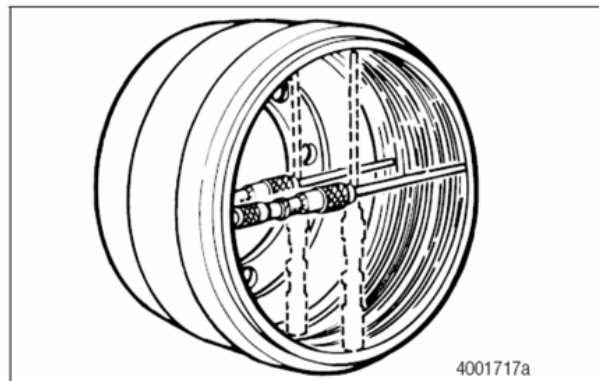

Figura 7.44
2. El diámetro máximo permitido del Freno de Tambor está estampado o fundido en el borde exterior del tambor. Coloque un calibrador de diámetro de Freno de Tambor al interior del tambor. Tome varias medidas dentro de los 90 grados de cada uno de los bordes abiertos y cerrados de la superficie de fricción del tambor. **Si alguna de esas medidas son 0.120 pulgada (3.048 mm) sobre el diámetro nominal:** Reemplace el Freno de Tambor. Figura 7.44.